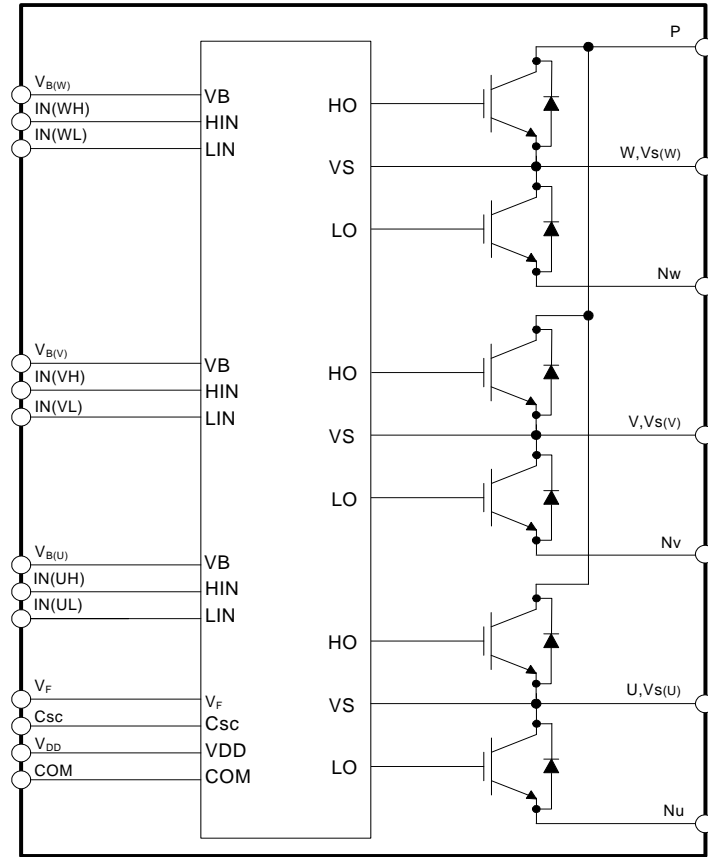

图 3. 内部框图
- 600 V - 10 A IGBT 逆变器，适用于三相 DC / AC 功率转换（请参阅图 3）